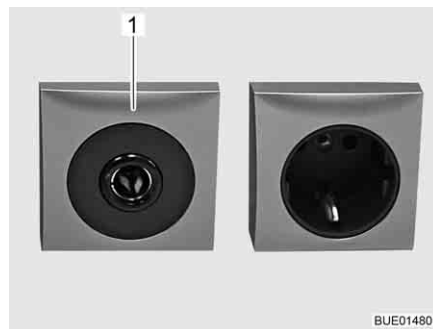

Bild 131 Steckdose 12 V/10 A
- ▷ An die Steckdosen (Bild 131,1) des 12-V-Bordnetzes nur Geräte mit maximal 10 A anschließen.